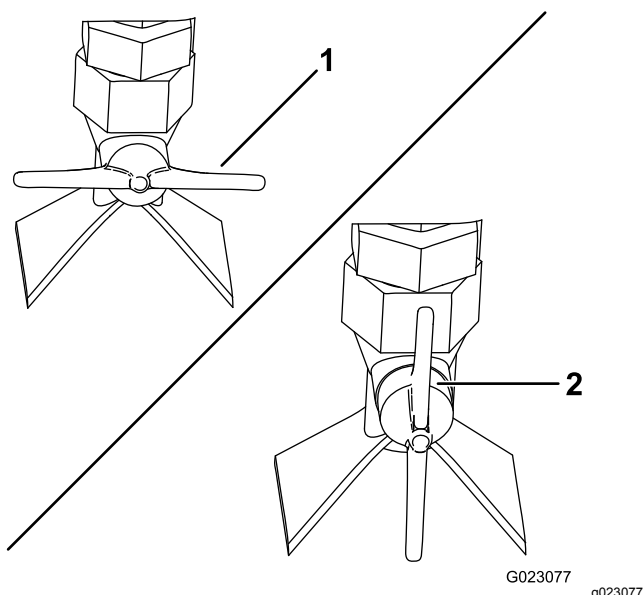

Figure 70
- Pour le jet en éventail – tournez la valve de pulvérisation sur le côté de la buse à l'horizontale (Figure 70).
- Pour le jet droit – tournez la valve de pulvérisation sur le côté de la buse à la verticale (Figure 70).